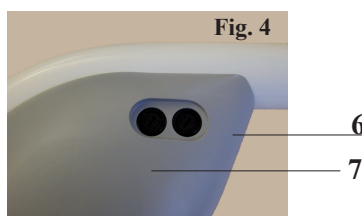

Fig. 4
MANUTENZIONE/PULIZIA**Sostituzione dei fusibili “6” (Fig. 4) nella versione con trasformatore**
- Svitare i tappi “6” posti sul porta trasformatore (Fig. 4).